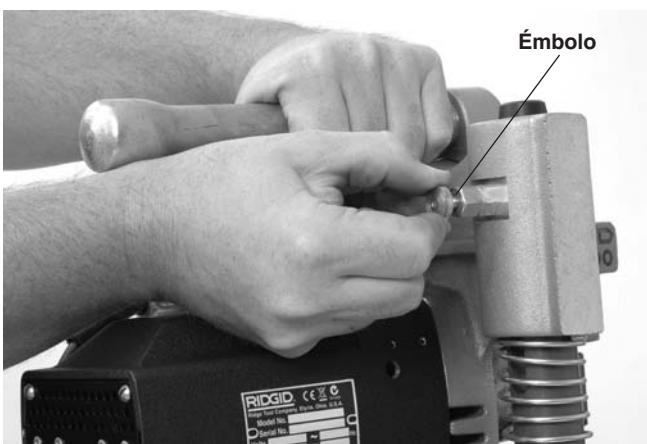

Figura 7 – Separación del motor y de la base
1. Colocada la Perforadora HC-300 en una superficie estable y segura, jale el émbolo detrás del poste izquierdo (*Figura 7*) y levante el conjunto del motor fuera de la base.